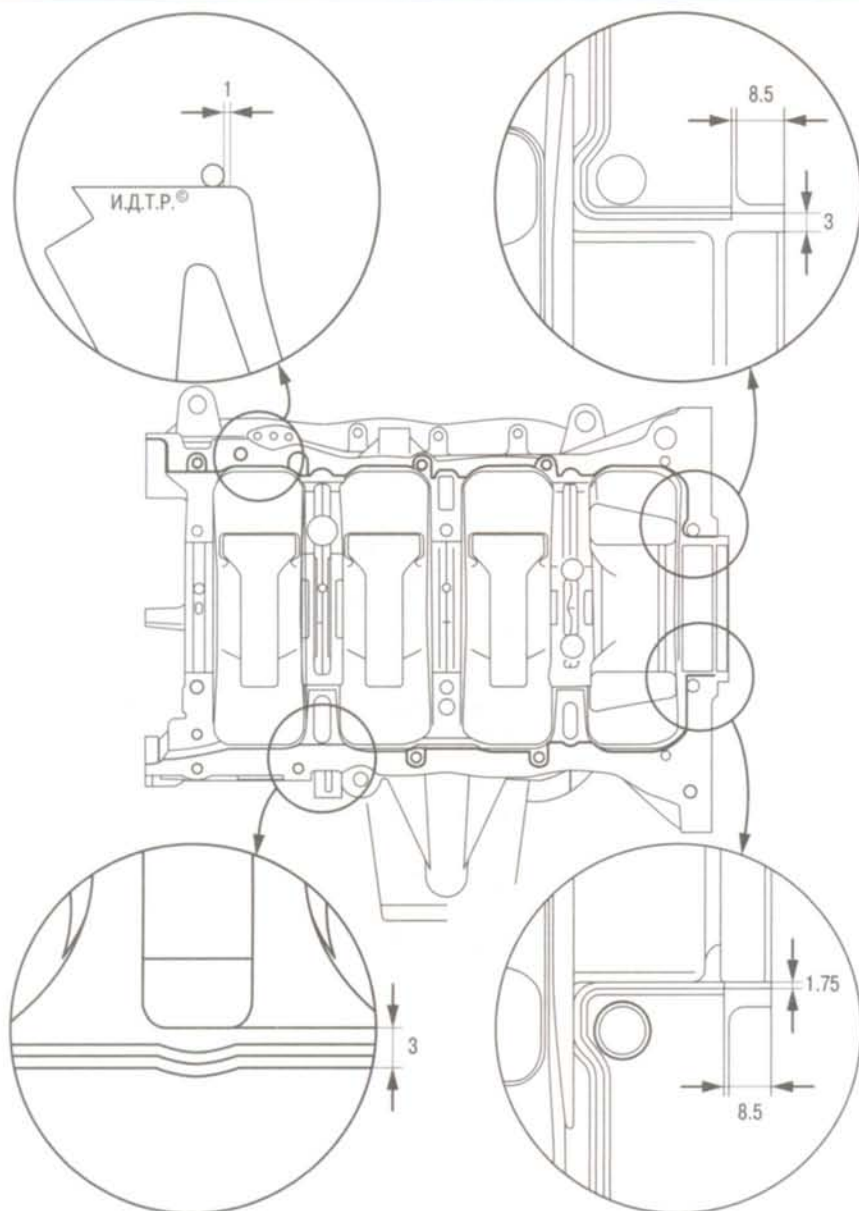

Рис. 5.23. Схема нанесения герметика на привалочную поверхность головки блока цилиндров
6. Перед установкой усилителя блока цилиндров нанесите на привалочную поверхность блока анаэробный герметик валиком диаметром 1–2 мм (рис. 5.23). Можно использовать герметики Loctite 5900, 5970, 5971 или аналогичные по составу герметики.